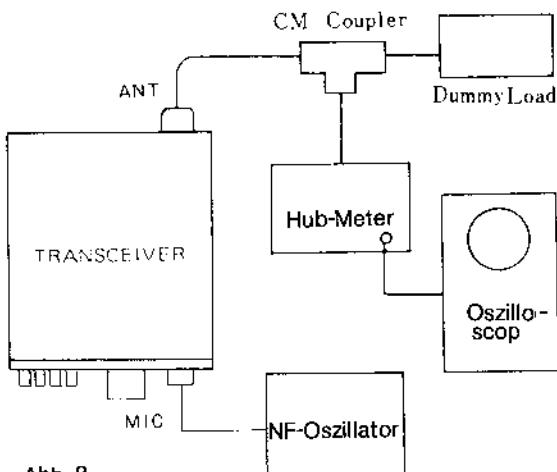

Abb. 8
(1) Abgleich der Trimmer auf dem Senderstretten
(2) Abgleich der Endstufenschutzschaltung / Einstellung der Anzeige für relative Ausgangsleistung
(3) Einstellung des Frequenzhubes
- a) Transceiver und Meßgeräte wie in Abb. 8 angegeben mit einander verschalten.